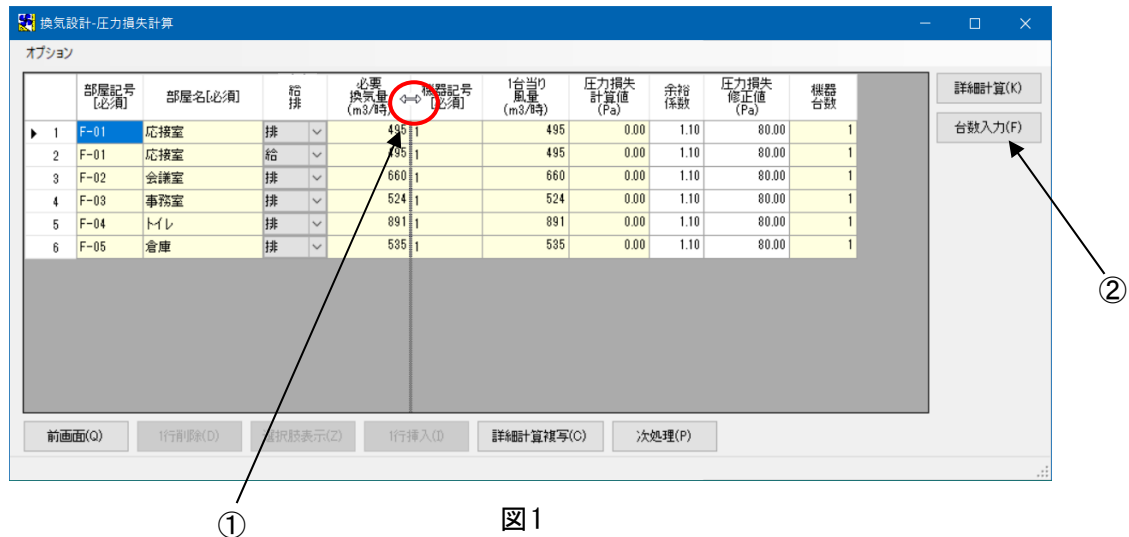

図1
列幅はドラッグすることで自由に調整することができます(図1-①)。
(1) [台数入力(F)] (図1-②)をクリックします。